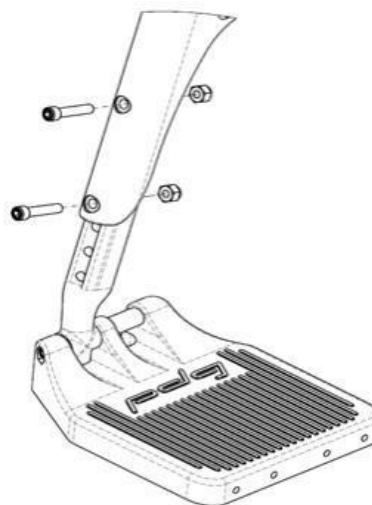

Fig. 2: Justering af højden på standard Swing-Away fodstøtter.
1. Fjern først eventuelt monteret hælstrop. Fjern derefter skruer og møtrikker (fig. 2) med en unbrakonøgle.